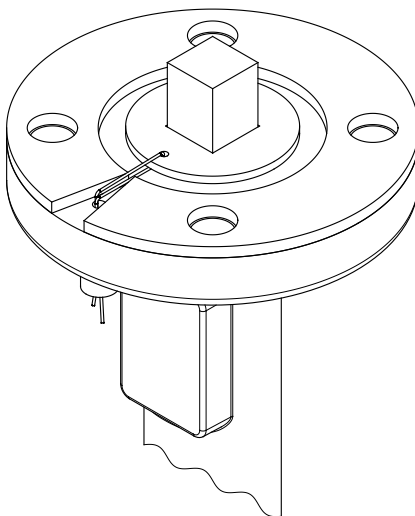

Рисунок 2 – Опломбированный затвор
4.5 Для опломбировки зафиксируйте поворотную шайбу 10 относительно проставки 9 с помощью пломбировочной проволоки и пломбы (рисунок 2).